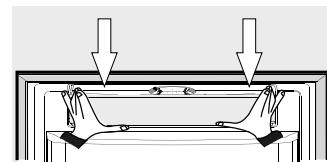

Figura 25
- Antes de llenar su tanque, asegúrese que éste se encuentre en una posición estable asentado totalmente contra la contrapuerta. (Figura 25).